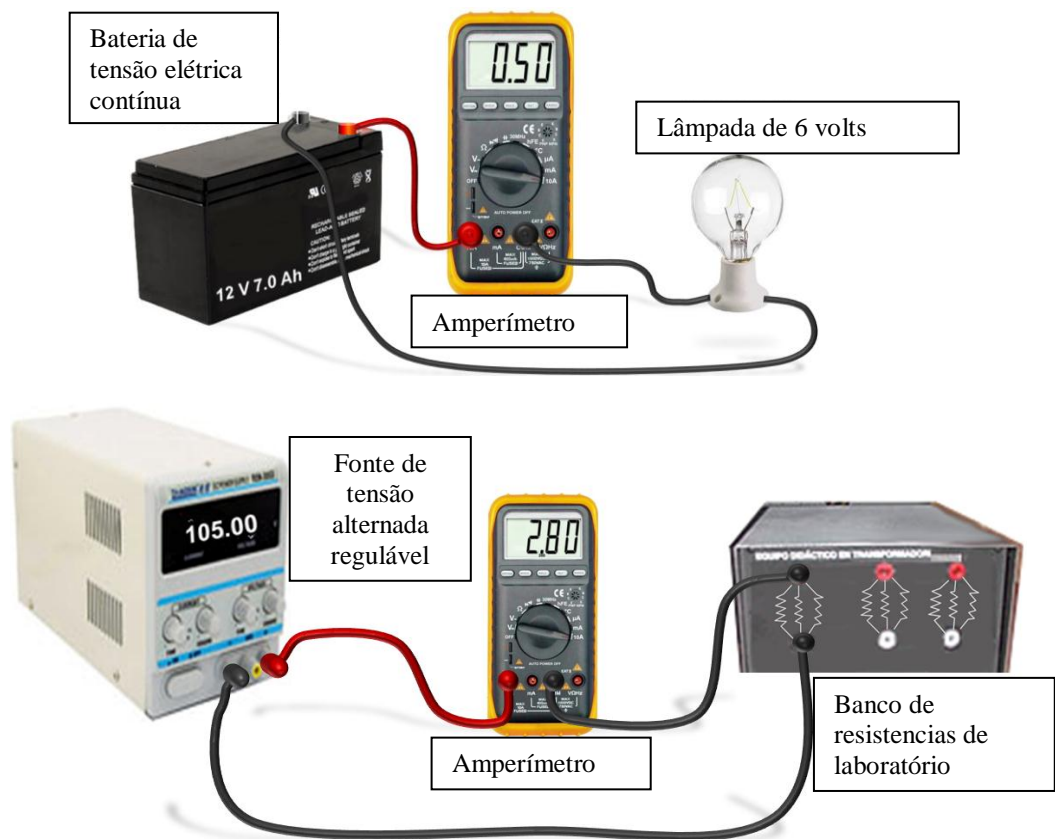

Figura 2.10 Conexões do amperímetro em circuitos CC e CA.
2. Insira o amperímetro no circuito correspondente, como mostrado na figura 2.10.